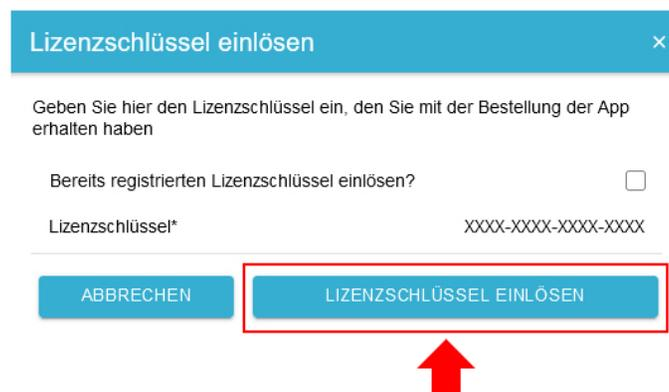

Abbildung 17. Neuen Lizenzschlüssel einlösen: Schritt 6
- Abbildung 17. Neuen Lizenzschlüssel einlösen: Schritt 6